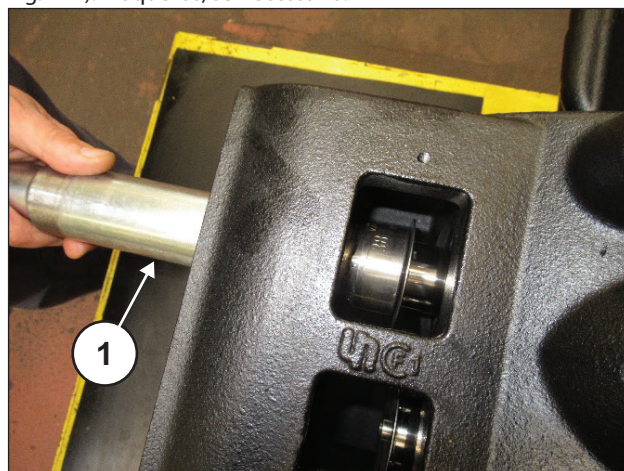
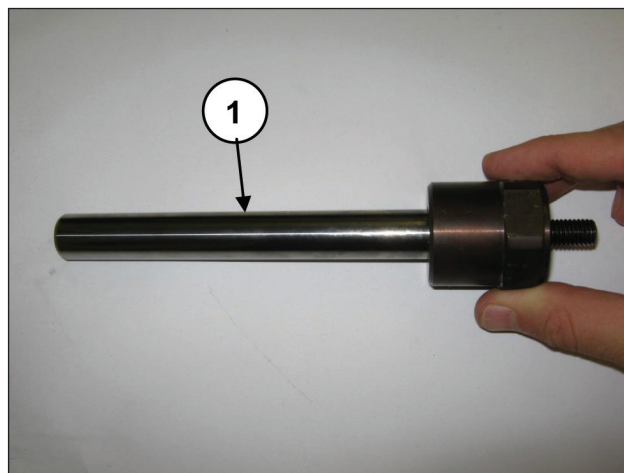

Fig. 110
Fig. 111
Retire os pistões com a ferramenta própria (cód. 25047400), (pos. ①, Fig. 110) e controle seu estado de desgaste (pos. ①, Fig. 111). Troque-os, se necessário.